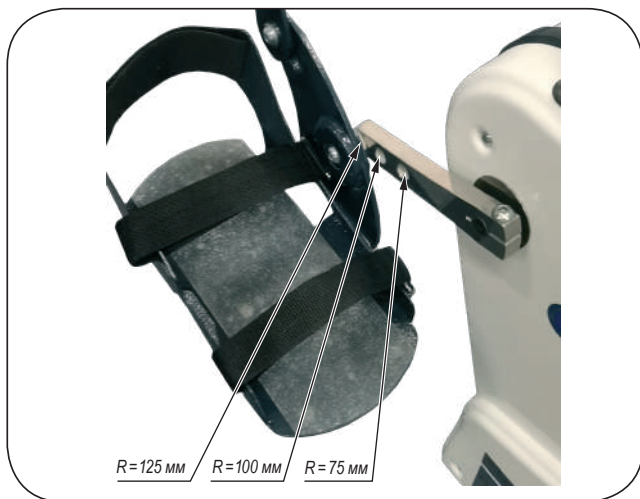

Рисунок 4 – Настройка радиуса вращения педалей
6.4.1. Перед тренировкой произведите настройку радиуса вращения педалей (см. рис. 4).